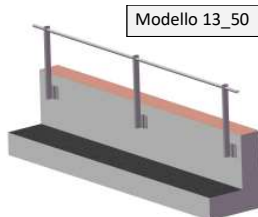

fig. 4
- Il muretto deve avere un'altezza di 60cm (fig.4) per avere la possibilità di utilizzare un solo corrente con funzione di corrimano. Inoltre tale altezza permette di svolgere la funzione di fermapiEDE di altezza minima pari a 150 mm (secondo requisiti riportati in alcune Lg.Reg. italiane);